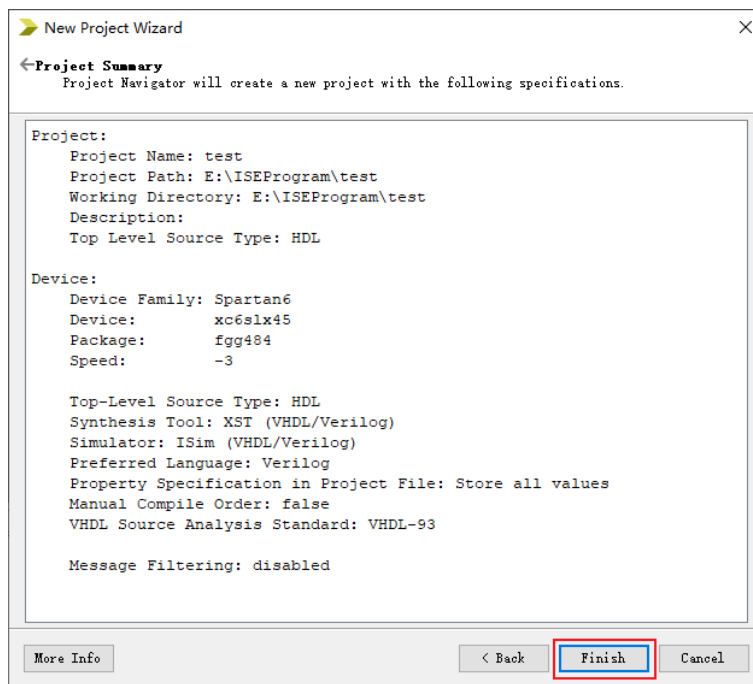

图 2-8 完成工程创建
4) 工程概览对话框，确认相关设置无误后点击“Finish”按键完成工程创建，如图 2-8 所示。